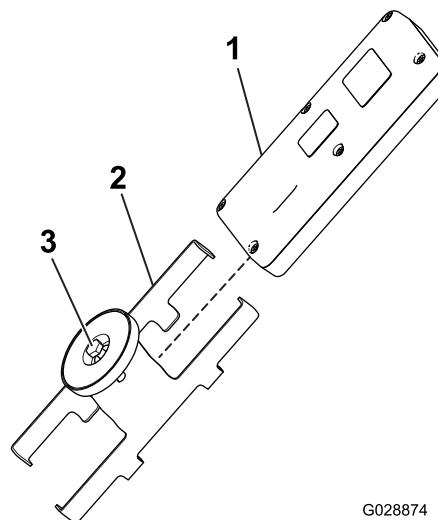

Figure 37
1. Desserrez le boulon dans l'aimant du support magnétique de la télécommande (Figure 37).
2. Écartez les côtés du support et retirez la télécommande (Figure 37).
8. Placez la télécommande portable dans le support magnétique, réunissez les deux moitiés pour fixer la télécommande et serrez le boulon dans l'aimant (Figure 37).